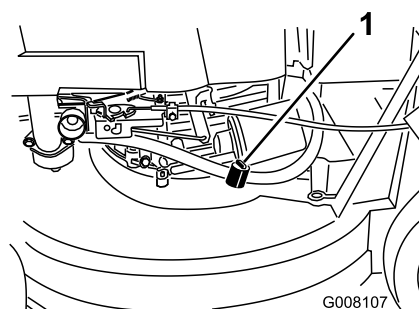

Figura 13
2. Aprite la valvola del carburante (Figura 13)